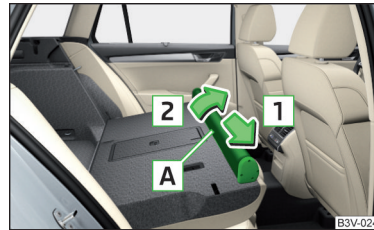

Abb. 149 Netztrennwandgehäuse ausbauen
- › Das Netztrennwandgehäuse **A** in Pfeilrichtung **1** schieben und aus den Aufnahmen an den Rücksitzlehnen in Pfeilrichtung **2** herausnehmen » Abb. 149.
- › Das Netztrennwandgehäuse entgegen der Pfeilrichtung **1** » Abb. 149 bis zum Anschlag schieben.